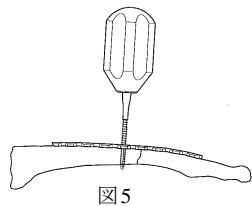

図5
- 3) 鎖骨用3.5コーティカルスクリュータップ（ショート）を用いて、イメージインテンシファイヤー（X線透視）で確認しながらプレタップを行います。（図5）